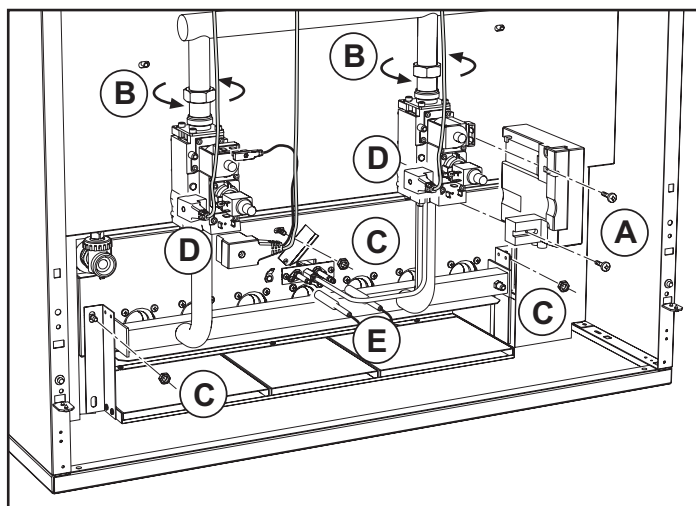

fig. 10 -
- Svitare le due viti (A fig. 10 e 11) che trattengono la centralina elettronica di controllo fiamma alla valvola gas e sfilarla da quest'ultima.
- Svitare le viti che fissano i connettori (D) alle valvole gas e sfilarli dalle stesse.
- Scollegare i cavi (E) per l'accensione e la ionizzazione dal gruppo elettrodi;
- Svitare i dadi (B) che fissano il tubo adduzione gas a monte delle valvole gas.
- Svitare i dadi (C) che fissano la porta della camera di combustione agli elementi in ghisa della caldaia.